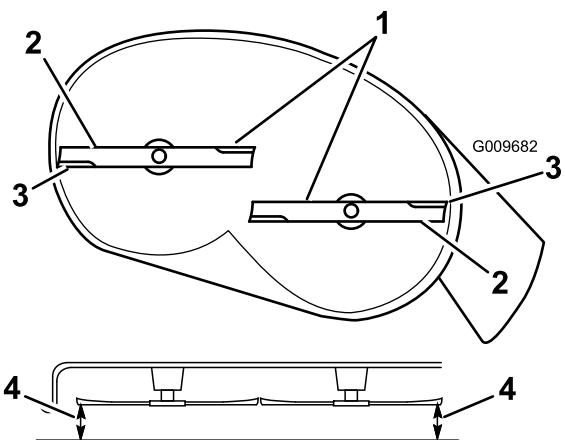
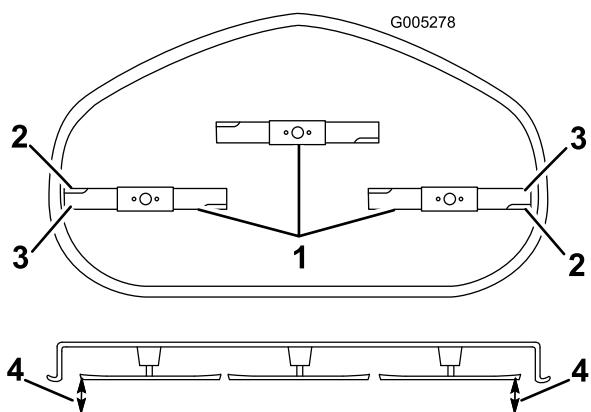

Figura 59
Figura 60
- Rode cuidadosamente as lâminas para que todas estejam alinhadas (Figura 59 e Figura 60).
5. Meça entre as extremidades de corte exteriores e a superfície plana (Figura 59 e Figura 60). Se ambas as medições não se encontrarem dentro do intervalo de 5 mm, é necessário um ajuste, continue com este procedimento.